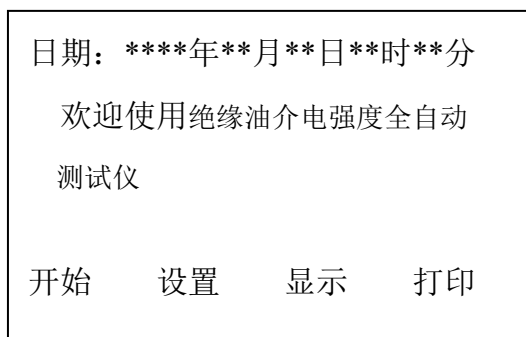

图 1
1、首先将待检油样放入专用油杯中后，接通电源，按液晶屏菜单提示进行操作。接好电源，打开电源开关显示开机界面如图 1
2、显示图 1 界面时：按“设置”键进入下一级菜单界面如图 2 所示。
7、每次击穿电压值和轮回次数自动存储，测量完毕以后显示测试完毕，然后按“确认”键返回到主菜单图 1，按“打印”键或“显示”键进入油杯每次击穿电压值和平均值的存储纪录。按“打印”键可以打印测试结果；按“确认”键返回到主菜单图 1。